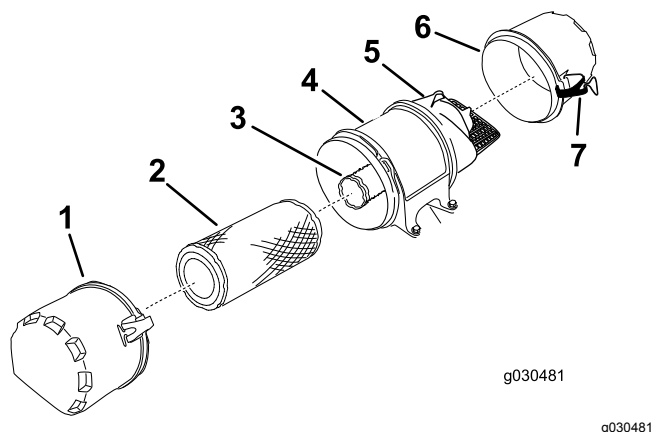

Figura 46
3. Abra los cierres del limpiador de aire y tire de la tapa de la entrada de aire para separarla del cuerpo del limpiador de aire (Figura 46).
5. Instale la tapa de la entrada de aire y sujétela con los enganches (Figura 46).
6. Abra los cierres del limpiador de aire y tire de la tapa de la entrada de aire para separarla del cuerpo del limpiador de aire (Figura 46).
8. Extraiga con cuidado el filtro primario de la carcasa del limpiador de aire (Figura 46).